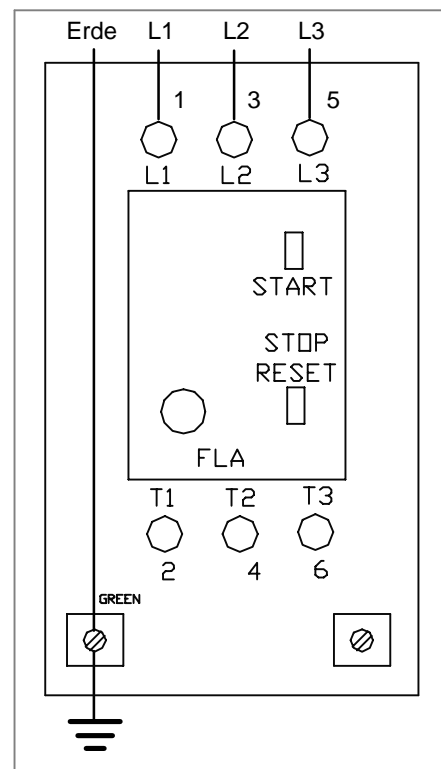

Abbildung 15
2. Das Leitungskabel durch den Klemmverschluss (W) einführen, und die Mutter festziehen.
3. Für eine korrekte Drei-Phasen-Motorwellendrehung die Leitungsphasensequenz L1, L2 u. L3 wie gezeigt (Abb. 15) mit den Anschlußklemmen verbinden.
HINWEIS: Der Erdungsdraht des Motors ist auch an der linken Klemme befestigt, die wie folgt markiert ist \perp (siehe Abbildung 15).
- Den Erdungsdraht an der linken Klemme befestigen, die wie folgt markiert ist \perp (siehe Abbildung 15).